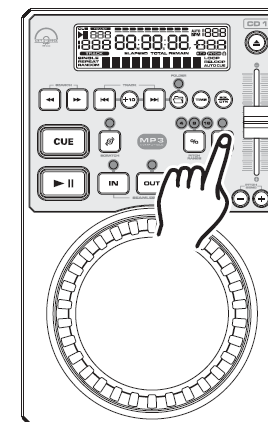

Bild 24
Sie können den Bereich des *Pitch Faders* (5) jederzeit ändern. Wenn Sie den Pitch-Bereich ändern möchten, prüfen Sie zunächst, ob die Pitch-Funktion angeschaltet ist, siehe *Bild 24*.